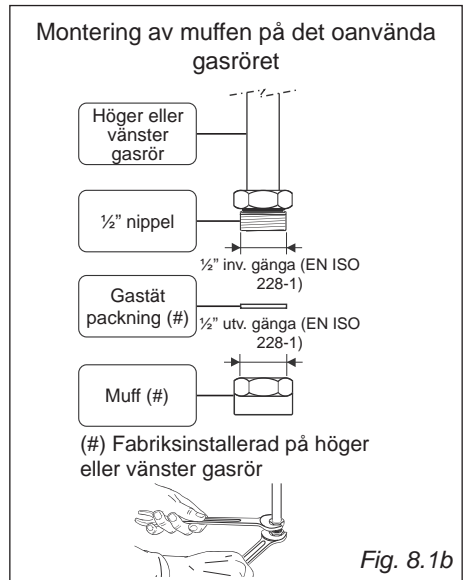

Fig. 8.1b
- Det oanvända gasröret måste stängas med den medföljande muffen och gastäta packning enligt Fig. 8.1b.